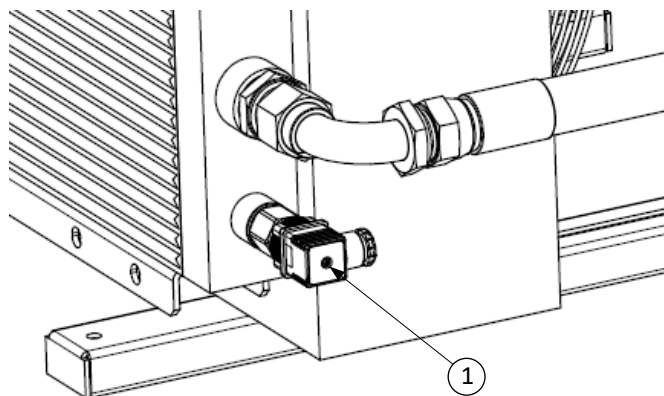

fig.11
Lo scambiatore è provvisto di termostato che si attiva a 50°C e comanda l'intervento della ventola (pos.1 fig.11)